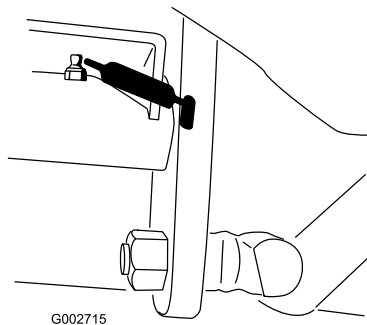

Рисунок 20
- Шарнир педали управления тягой (1 шт.) (Рисунок 20)